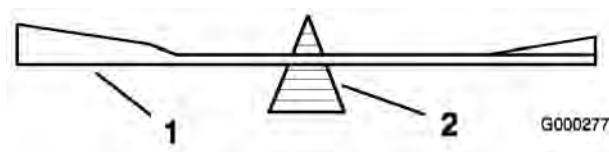

Figure 71
2. Vérifiez l'équilibre de la lame en la plaçant sur un équilibrage (Figure 71). Si la lame reste